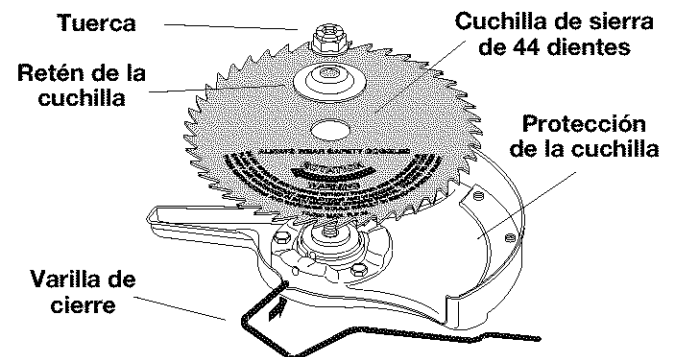
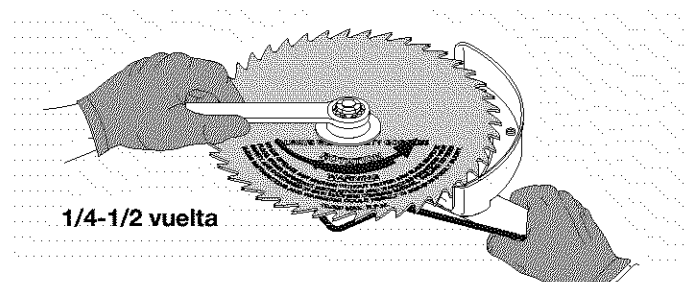

Fig. 8
Fig. 9
4. Instale la cuchilla, el retén de la cuchilla y la tuerca (Fig. 8). Inserte la varilla de cierre a través de la ranura en el orificio del eje de salida. Verifique que la cuchilla permanezca plana y centrada contra el eje de salida mientras ajusta la contratuerca en sentido antihorario (Fig. 9).
Si no tiene una llave de torsión, sostenga la varilla de cierre en la ranura. Gire la tuerca en sentido antihorario con una llave de boca cerrada de 5/8 de pulgada o con una llave de casquillo hasta que la tuerca haga contacto firme contra la arandela y la cuchilla esté ajustada sin huelgo. Verifique que el ensamble de la cuchilla esté bien instalado, luego gire la tuerca de 1/4 a 1/2 vuelta más (Fig. 9).